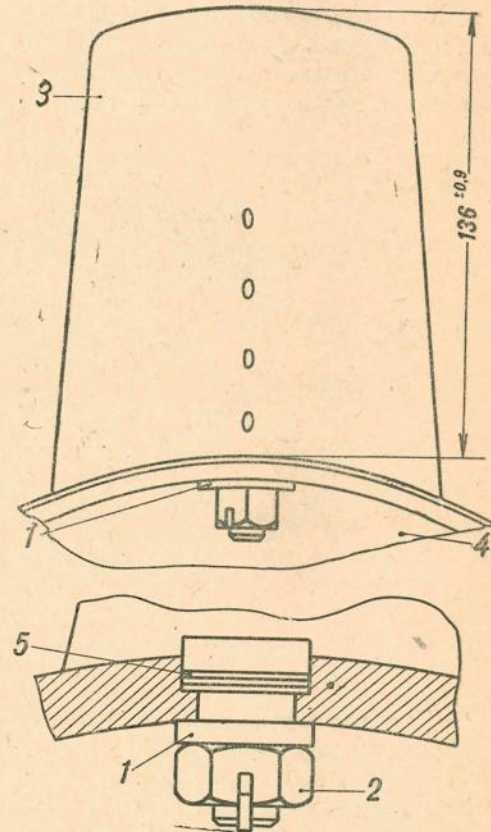

Рис. 131. Установка лопасти вентилятора
1. Для установки лопастей 5 на передний 1 и задний 2 барабаны вентилятора следует предварительно подогнать контур прилегания лопасти к ободу барабана, выдерживая высоту $136 \pm 0,5$ мм по шаблону от обода. Должный разворот лопастей определяется штырями, ввернутыми и расклепанными в ободу барабана. Контур лопастей должен плотно прилегать к ободу. Допустим местный зазор до 0,3 мм. Для регулировки по высоте лопасти при установке ее на барабан использовать регулировочные прокладки 5 (рис. 131), подкладывая их по мере надобности под бурт стержня лопасти 3.